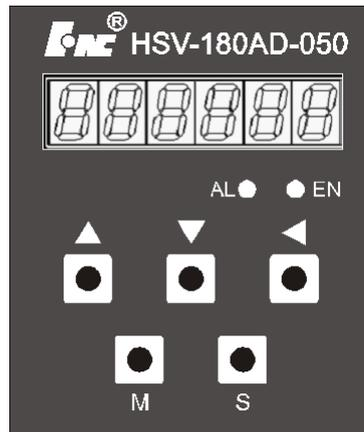

图 6.1 HSV-180AD 伺服驱动单元操作面板图
- 驱动单元面板由 6 个 LED 数码管显示器、5 个按键▲、▼、◀、M、S 和 2 个面板指示灯组成。面板示意图如图 6.1 所示。